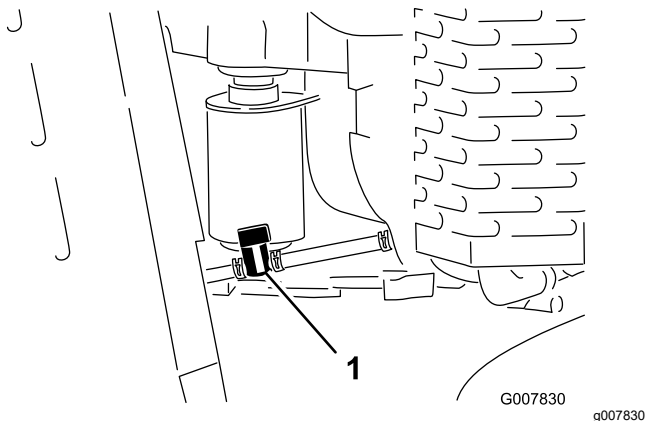

Figura 41
3. Gire la válvula de cierre del combustible a la posición de Cerrado (Figura 41).
4. Apriete los extremos de la abrazadera en el lado del motor de la válvula y deslícela por el tubo de combustible, alejándola de la válvula (Figura 41).
5. Retire el tubo de combustible de la válvula (Figura 41).
3. Gire la válvula de cierre del combustible a la posición de cerrado (Figura 41).
7. Gire la válvula de cierre del combustible a la posición de abierto (Figura 41).